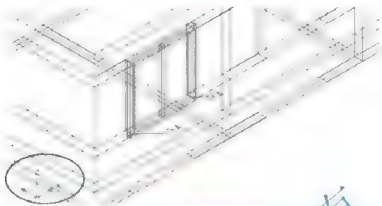

图 6.22 恢复世界坐标系
[(D)/应用(A)]/? /世界(W)] 世界 : 提示下,输入“W”后按 Enter 键,表示将当前坐标系恢复到世界坐标系,如图 6.22 所示。
(1) 在指定起点:提示下,捕捉如图 6.22 所示的 A 点。
(2) 在指定下一个点或 [圆弧(A)/半径(R)/长度(L)/放弃(U)/宽度(W)]:提示下,输入“W”后按 Enter 键。
(3) 在指定起点宽度 80.0000 :提示下,输入“0”后按 Enter 键。
(4) 在指定端点宽度 0.0000 :提示下,按 Enter 键执行尖括号内的默认值“0.0000”,表示“玻璃”只是一个面,没有宽度。
(5) 在指定下一点或 [圆弧(A)/闭合(C)/半径(R)/长度(L)/放弃(U)/宽度(W)]:提示下,捕捉图 6.22 所示的 B 点。